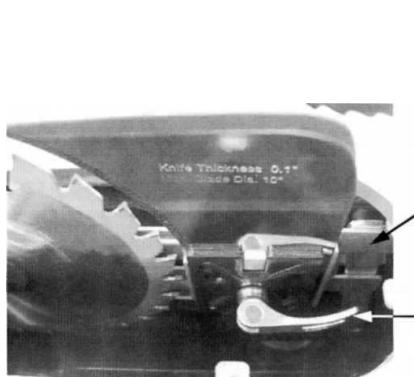

рис. 14
- Потяните ручку (А см. рис. 14) и снимите расклинивающий нож, делая заметки, в каком направлении расклинивающий нож должен быть подвинут с целью приведения
4. Затяните винты (E) в отверстиях.
5. Повторно вставьте расклинивающий нож; сожмите фиксирующую ручку (A, рис. 14) и проверьте расстояние между пильным диском и расклинивающим ножом от 3 мм до 8 мм (иллюстрация 16).